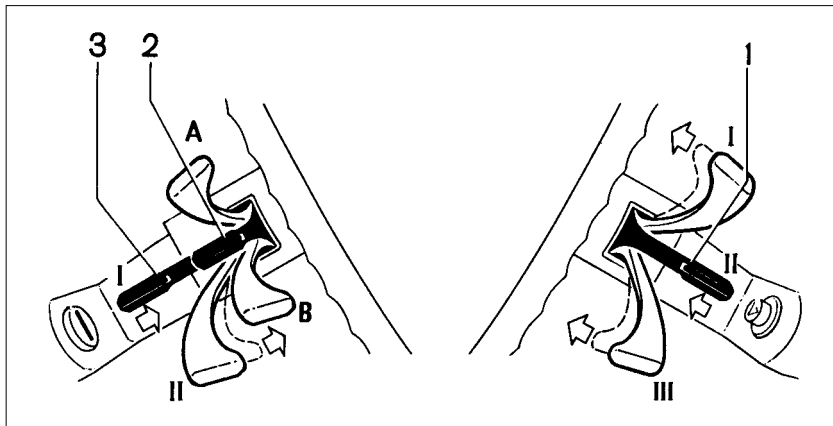

Рис. 22. Подрулевые переключатели
**1 (рис. 22) – рычаг переключателя стеклоочистителей и омывателей ветрового стекла и блок-фар\***. При положении рычага: